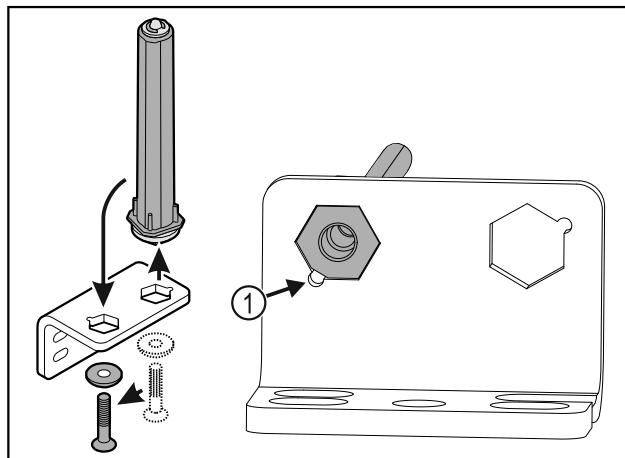

Fig. 40
- ▶ Pobrinite se za to da je prilikom umetanja zakošenje na svornjaku Fig. 40 (1) usmjereni prema okrugloj rupi.